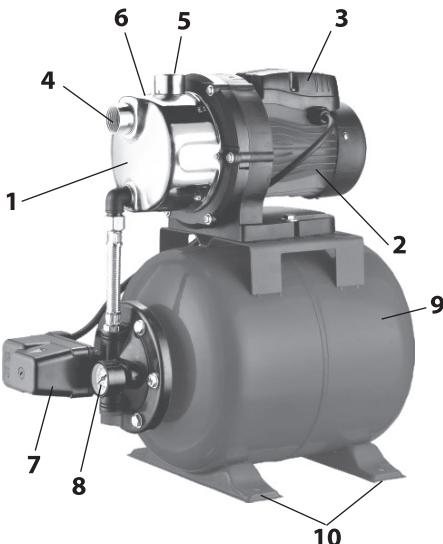

рис. 1
1.6 Общий вид станции представлен на рис.1
1.7 Двигатель (рис.1 поз.2) в металлическом корпусе и насос (рис.1 поз.1) в корпусе из нержавеющей стали закреплены сверху, на корпусе гидроаккумулятора (рис.1 поз.9). Подключение насоса к сети осуществляется кабелем питания со штепсельной вилкой с заземляющим контактом. Насосная часть станции имеет два отверстия (Ду = 1") для присоединения входной (рис.1 поз.4) и выходной (рис.1 поз.5) трубы (шланга). Сверху расположена заливная горловина (рис.1 поз.6) с пробкой. На блоке запуска (рис.1 поз.3) расположен выключатель двигателя. Он имеет два фиксированных положения: «I» - включено и «0» - выключено.
3.3 Установить станцию на ровной твёрдой поверхности. Для уменьшения вибрации рекомендуется закрепить ножки основания (рис.1 поз.10). Станцию лучше всего расположить как можно ближе к скважине (колодцу) подачи воды.
3.6 Смонтируйте и присоедините к выходному отверстию (рис.1 поз.5) напорную магистраль (рис.3 поз.3). Трубы должны крепиться на специальных подвесках, чтобы не оказывать давления на станцию. Соединение труб должно быть герметичным.